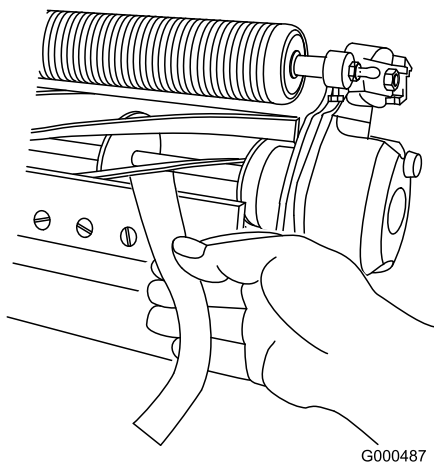

Рисунок 5
В. Чтобы проверить качество среза, вставьте длинную полоску специальной бумаги между барабаном и неподвижным ножом перпендикулярно неподвижному ножу (Рисунок 5), затем **медленно** вращайте барабан вперед; при этом бумага должна разрезаться; в ином случае повторяйте пункты **А** и **В** до тех пор, пока бумага не начнет разрезаться.
11. Вставьте длинную полоску специальной бумаги для проверки среза между барабаном и неподвижным ножом перпендикулярно неподвижному ножу (**Рисунок 5**), затем **медленно** поворачивайте барабан вперед; при этом бумага должна разрезаться; в ином случае поверните каждый регулировочный болт неподвижного ножа по часовой стрелке на один щелчок и повторите действия, описанные в этом пункте, пока барабан не начнет резать бумагу.